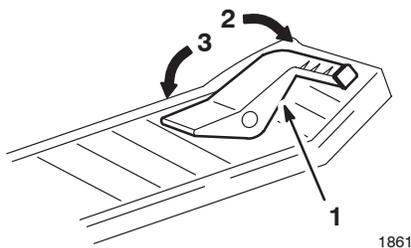

Figure 13
2. Posez le pied sur la pédale de déplacement et appuyez progressivement sur le haut de la pédale pour avancer, ou sur le bas pour faire marche arrière (Fig. 13).